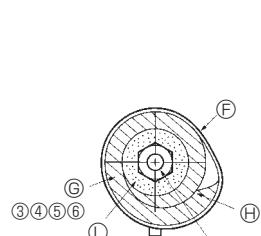
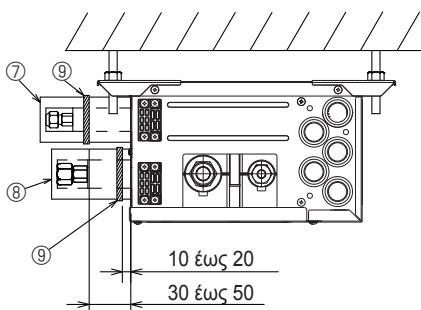

Fig. 7-3
Fig. 7-4
(3) Συνδέστε αμέσως τις σωληνώσεις ψυκτικού. Να σφίγγετε πάντα τα περικόχλια εκχείλωσης με την ενδεδειγμένη ροπή σύσφιξης σύμφωνα με τον παρακάτω πίνακα χρησιμοποιώντας δυναμόκλειδο και σπίτο κλειδί.
- (4) Πιέστε με δύναμη τα καλύμματα ③ και ⑤ του σωλήνα υγρού στη μονάδα και τυλίξτε τα για να μην βγουν από τη θέση τους. (Fig. 7-3)
- (5) Πιέστε με δύναμη τα καλύμματα ④ και ⑥ του σωλήνα αερίου στη μονάδα και τυλίξτε τα για να μην βγουν από τη θέση τους. (Fig. 7-3)
- (6) Τοποθετήστε τις παρεχόμενες στεφάνες ⑨ στα 10 - 20 mm περίπου από κάθε άκρο των καλυμμάτων των σωλήνων (③ ④ ⑤ ⑥).
- (7) Αν δεν είναι συνδεδεμένη η εσωτερική μονάδα, τοποθετήστε τα παρεχόμενα καλύμματα σωλήνων (καπάκια, ⑦ και ⑧) στις ενώσεις των σωληνώσεων ψυκτικού με το κουτί διακλάδωσης για να αποφύγετε τη συμπύκνωση νερού στους σωλήνες. (Fig. 7-4)
- (8) Στερεώστε τα καλύμματα σωλήνων (⑦ ⑧) στη θέση τους με τις παρεχόμενες στεφάνες ⑩.
- ⑦ Στεφάνη στερέωσης ⑨
- ⑧ Καλύμματα σωλήνων ③ ④ ⑤ ⑥
- ⑨ Σφίξτε
- ⑩ Σωλήνωση ψυκτικού
- ⑪ Θερμομόνωση για τη σωλήνωση ψυκτικού
► Χρησιμοποιήστε τις ακόλουθες διαδικασίες για τα μέρη του κουτιού διακλάδωσης που δεν είναι συνδεδεμένα σε εσωτερική μονάδα. (Fig. 7-4)
- (1) Για να αποφύγετε τις διαρροές ψυκτικού, βεβαιωθείτε ότι τα περικόχλια εκχείλωσης βιδώνονται σύμφωνα με τις καθορισμένες ροπές σύσφιξης* στον Πίνακα 3.
- (2) Για να αποφευχθούν φαινόμενα συμπύκνωσης, εγκαταστήστε τα καλύμματα των σωληνώσεων ⑦ ⑧ και σφίξτε τα με τις παρεχόμενες ταινίες ⑨.